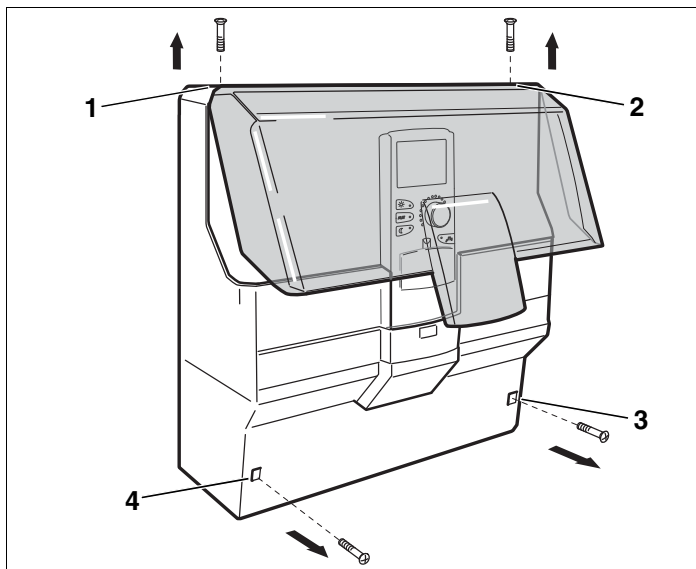

Рис. 2 Демонтаж крышек
- Отверните 2 винта на верхней крышке корпуса (→ рис. 2, [1] и [2]).
- Отверните 2 винта на нижней крышке (→ рис. 2, [3] и [4]).